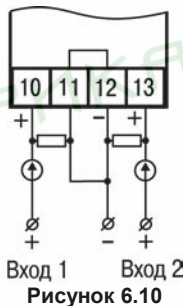

Рисунок 6.10
3. Для питания нормирующих преобразователей необходим дополнительный источник постоянного напряжения U_n . На рис. 6.10 показаны схемы подключения датчиков с унифицированным выходным сигналом $4 \dots 20$ мА к приборам по двухпроводной линии. Значение напряжения U_n указывается в технических характеристиках нормирующего преобразователя и, как правило, лежит в диапазоне $18 \dots 36$ В.